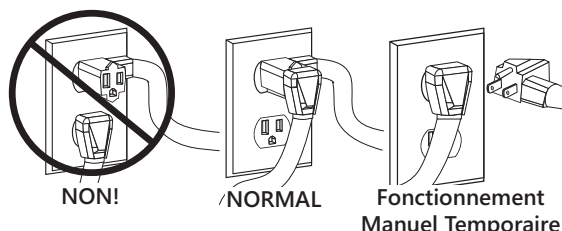
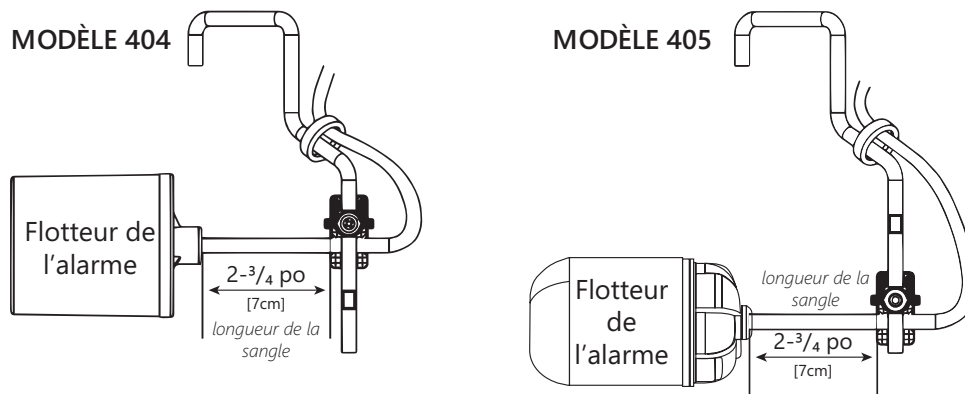

Figure 6. Utilisation de l'interrupteur/du cordon d'alimentation
Figure 7. Longueur de la sangle de l'interrupteur à flotteur de la pompe
Les pompes de modèles 404 et 405 sont équipées en usine d'un interrupteur à flotteur sur la paroi du réservoir. Ces modèles sont munis de deux cordons : l'un relié à l'interrupteur à flotteur (interrupteur à flotteur illustré à la Figure 7) et l'autre au moteur de la pompe. Le cordon de l'interrupteur est muni d'un connecteur en série (siamois) permettant de brancher le cordon de la pompe sur son dos (voir Figure 6). Ce système a pour but de permettre le fonctionnement manuel temporaire de la pompe.
**IMPORTANT :** Ne pas modifier la longueur de la sangle. S'il est nécessaire de remplacer l'interrupteur, veiller à ce que la longueur de la sangle demeure adéquate pour le modèle. La longueur de la sangle représente la longueur de cordon entre la pince et le flotteur. Se référer à la Figure 7.